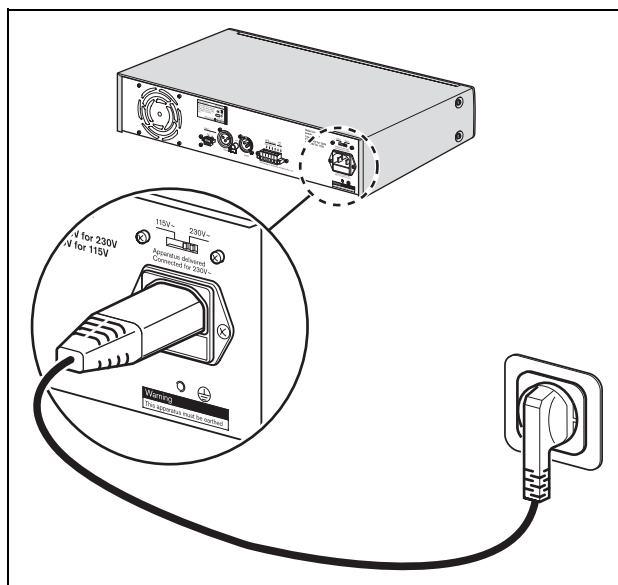

рисунок 3.2: Подключение питания и переключатель напряжения
- 1 Проверьте, чтобы переключатель напряжения (115В/ 230 В перем. тока) был установлен в соответствии с напряжением в сети, принятом в вашей стране (see рисунок 3.2).